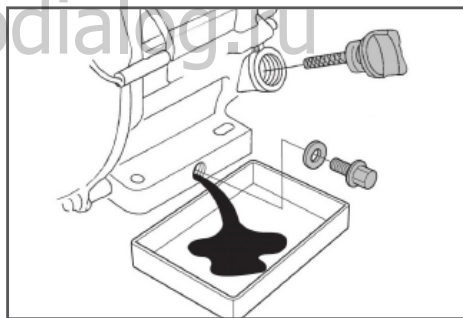

Рис. 18 Замена масла в двигателе
- (1) Техническое обслуживание должно осуществляться более часто, при работе в пыльных условиях.
- (2) Данный вид работ необходимо выполнять в авторизованном сервисном центре.
6. Открутите пробку для слива масла и слейте отработанное масло в подготовленную для этого емкость (Рис. 18).